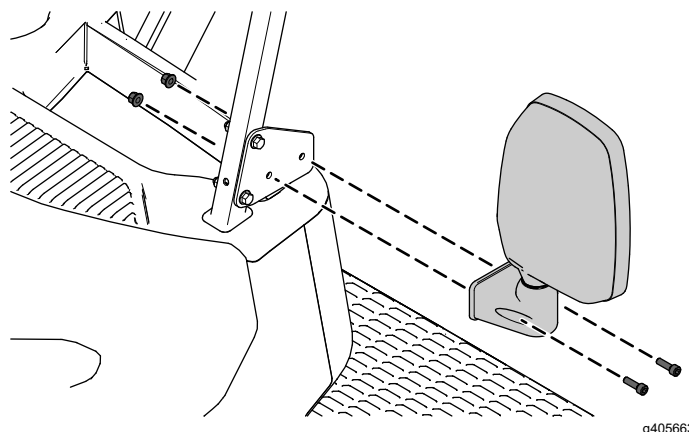
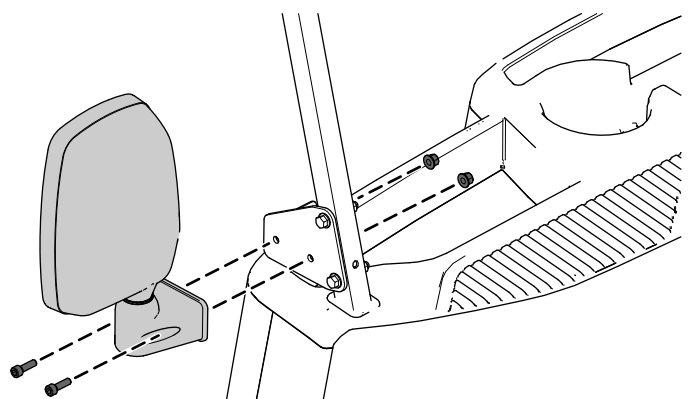

Figura 4
Figura 5
2. Fixe o espelho na montagem utilizando dois parafusos de cabeça sextavada e duas porcas de bloqueio (6 mm), como se mostra na Figura 4 ou na Figura 5.